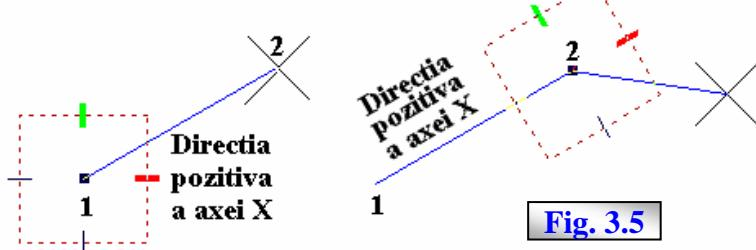
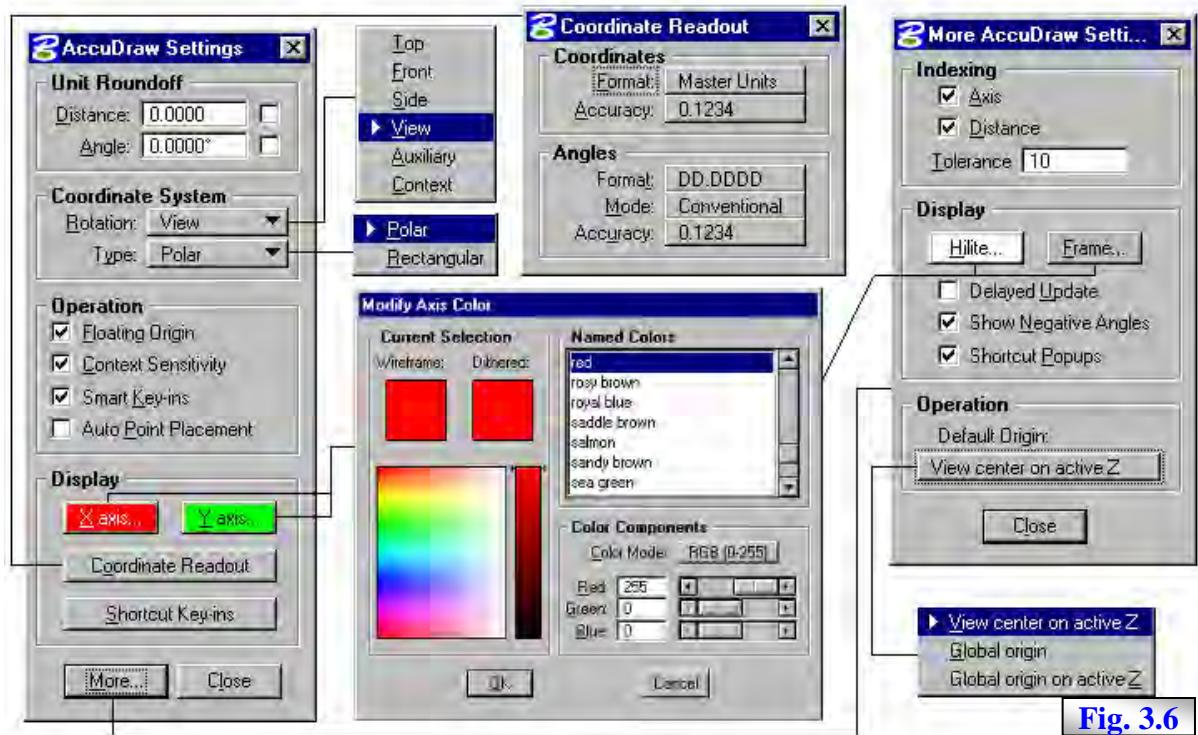

Fig. 3.5
Fig. 3.6
Fig. 3.5 exemplifică acest concept. Pentru punctul nr. 1, direcția pozitivă a axei X a AD este aliniată cu orizontală vederii, iar după plasarea punctului 2, originea AD este poziționată în acest punct, iar direcția pozitivă a axei X a AD este aliniată după direcția dreaptei 12. Autoalinierea axei X a AD este o facilitate deosebit de utilă procesului de desenare și este disponibilă numai dacă opțiunea **Context Sensitivity** (& 3.2.3, fig. 3.6) este activată.
Fereastra AD Settings (fig. 3.6) permite specificarea setărilor AD, se apelează prin:
- butonul **More** activează fereastra **More AccuDraw Settings** (fig. 3.6), care conține următoarele controale:
- prin autoalinierea liniei dinamice a AD la direcția axei X sau Y (indexare), fig. 3.13, în momentul apropierea cursorului mouse de axa X respectiv Y ale compasului AD, astfel încât să intre în interiorul zonei de influență determinate de valoarea **Tolerance** a ferestrei **More AccuDraw Settings** (fig. 3.6); operația de indexare este activă numai dacă controlul **Axis** din aceeași fereastră este activat, este evidențiată prin modificarea culorii și grosimii linie dinamice, iar efectul acestia este autoalinierea punctului în curs de plasare pe direcția axei indexate și transferul **focus**-ului în câmpul corespunzător axei indexate, pregătindu-l pentru introducerea unei valori; indexarea se poate anula/reactiva prin tasta de apel „L”, (vezi exemplele 3.5, 3.9, 3.12, 3.13)
- memorarea ultimei distanțe dintre ultimele două DP și sugerarea acțiunii de atribuire a acestei distanțe pentru elementul în curs de desenare (fig. 3.14), distanță care poate fi gândită ca o rază centrată în originea compasului AD; acțiunea acesteia se manifestă, în modul polar al ferestrei AD, prin generarea unui scurt marcat perpendicular pe direcția liniei dinamice, în momentul în care, distanța curentă, de la anteriorul punct la cel curent, provoacă intrarea cursorul mouse în interiorul zonei de influență, delimitate de valoarea **Tolerance** a ferestrei **More AccuDraw Settings** (fig. 3.6); simultan cu apariția marcasajului, cursorul mouse este blocat, atât timp cât acesta se află în interiorul zonei, iar plasarea unui DP va determina poziționarea acestuia la o valoare exactă a distanței ultimelor două DP; deblocarea cursorului se poate face, simplu, prin mișcarea cursorului mouse în afara zonei de influență; pentru modul cartezian al ferestrei AD, această posibilitate este activă numai atunci când linia dinamică a AD este indexată cu una din direcțiile axelor compasului AD; vezi exemplele 3.12, 3.14;